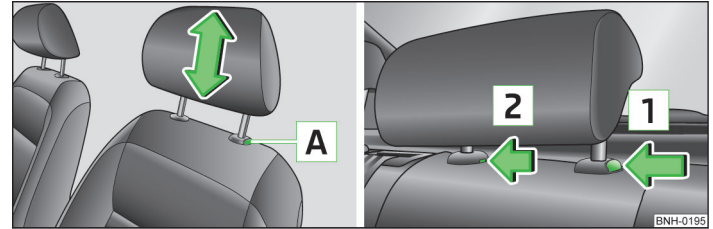

Abb. 36 Kopfstütze: Einstellen / Ausbauen
- › Möchte man die Kopfstütze nach unten verschieben, dann die Sicherungstaste **A** » Abb. 36 mit einer Hand drücken und gedrückt halten, und mit der anderen Hand die Kopfstütze nach unten drücken.
- › Die Sicherungstaste **A** » Abb. 36 drücken und die Kopfstütze herausziehen.
- › Die Sicherungstaste in Pfeilrichtung **1** » Abb. 36 drücken, gleichzeitig mit einem flachen Schraubendreher mit einer Breite von max. 5 mm die Sicherungstaste in der Öffnung in Pfeilrichtung **2** drücken und die Kopfstütze herausziehen.